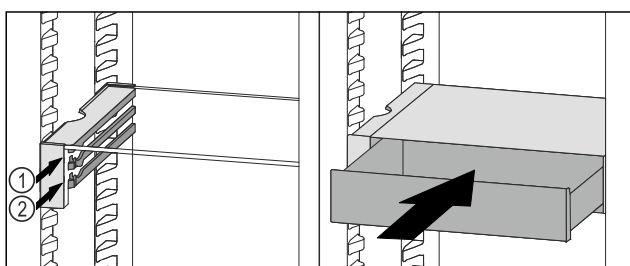

Fig. 103
- Встановити висувний ящик VarioSafe за стопорами на потрібне ребро Fig. 103 (1) або Fig. 103 (2).